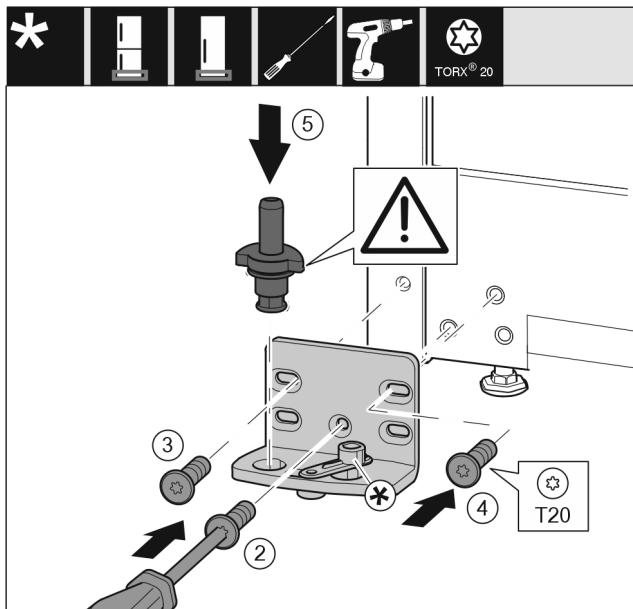

Fig. 18
- ▶ Vendosni bazamentin mbështetës në anën tjetër dhe mbërthejeni me ndihmën e një kaçavide. Filloni me vidën Fig. 18 (2) poshtë në mes.
- ▶ Mbértheni fort vidën Fig. 18 (3) dhe vidën Fig. 18 (4).
- ▶ Vendosni komplet në vend bulonin e rrotullimit Fig. 18 (5). Këtu bëni kujdes që gunga ndaluese të jetë e kthyer nga poshtë.